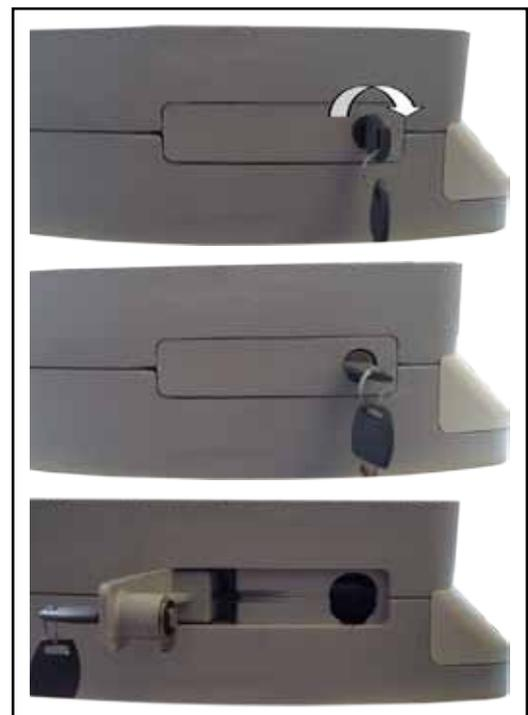

FIG. 4
**Pour actionner le portail manuellement il est nécessaire d'introduire la clé appropriée dans la serrure, la tourner de 90° et ouvert le levier (Fig. 4).**